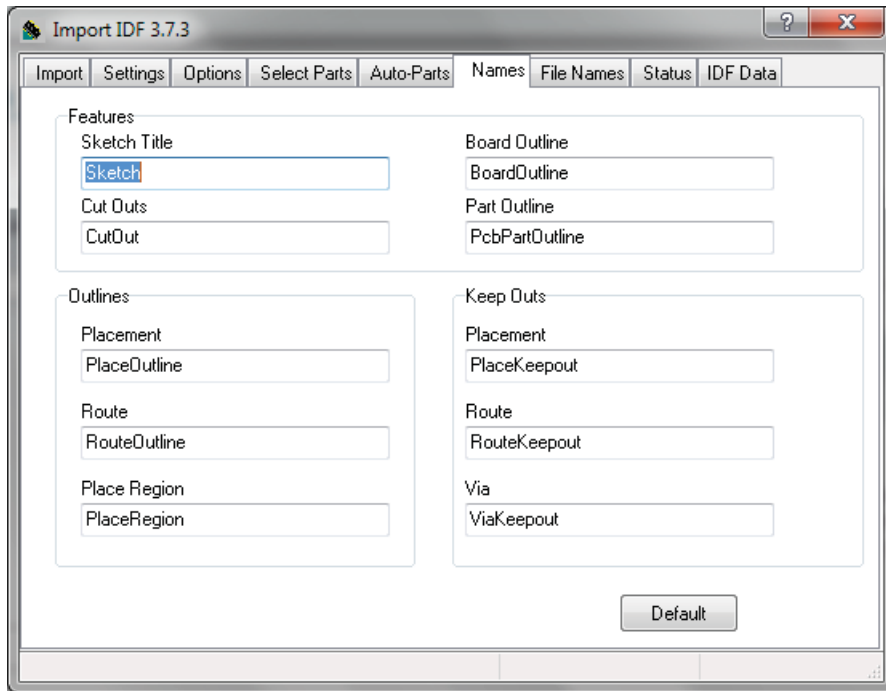

Рис. 2.11.11. Закладка **Names (Наименования)** окна импорта сборки в формате IDF
- На закладке **Names (Наименования)**, рис. 2.11.11) задаются имена всех создаваемых модулем элементов. Нажатие кнопки **Default** возвращает имена по умолчанию.